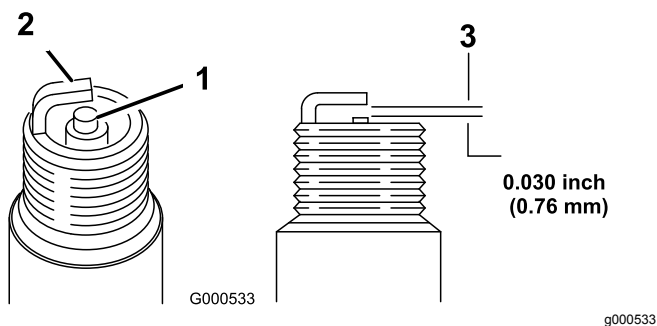

図 22
5. 図 22 に示すように、電極間のすき間を 0.76mm に調整する。